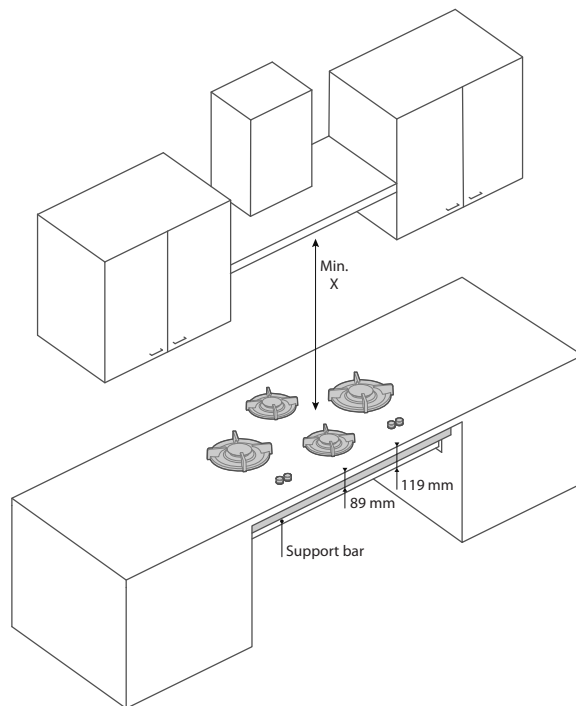

fig. 2
- Quand le module Pest planifié par exemple au-dessus d'un tiroir, vous devez prendre en compte l'épaisseur totale de l'unité et du jeu de supports de 119 mm (TS) mesurés à partir du dessus de la plaque (figure 2).
- Pour éviter que la plaque ne se déforme, le module doit être soutenu avec le jeu de supports (fig. 2 et 3).